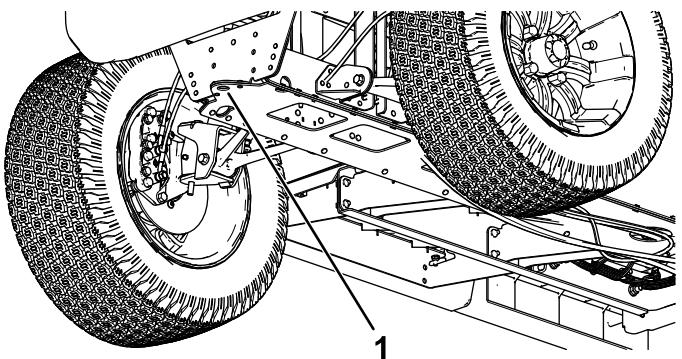

図 29
- ・ 車両前部のジャッキアップポイントは、牽引トングの後ろのフレーム前部です 図 29。